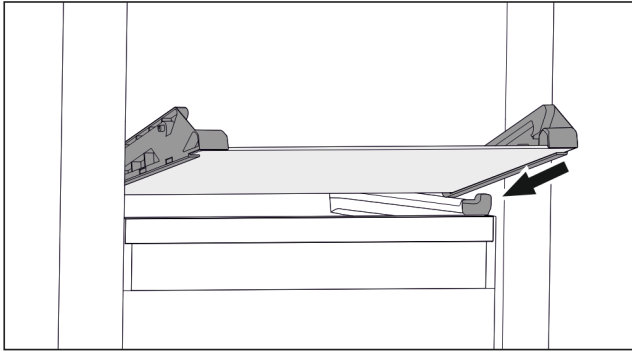

Fig. 109 Стеклянная пластина откидного выдвижного ящика
- ▶ Наклоняя вниз, установите стеклянную пластину за стопоры. (см. Fig. 109)